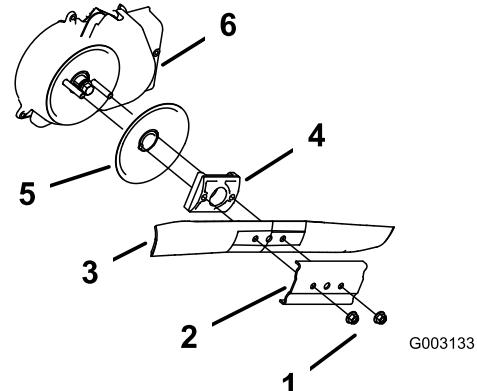

Figura 50
3. Retire las 2 tuercas de la cuchilla y el refuerzo (Figura 50).
- Retire la cuchilla (Figura 50).
- Retire el impulsor de la cuchilla y el disco (Figura 50).
- Retire el protector del embrague del freno de la cuchilla (Figura 50).
- Instale la cuchilla y el refuerzo que retiró anteriormente (Figura 50).